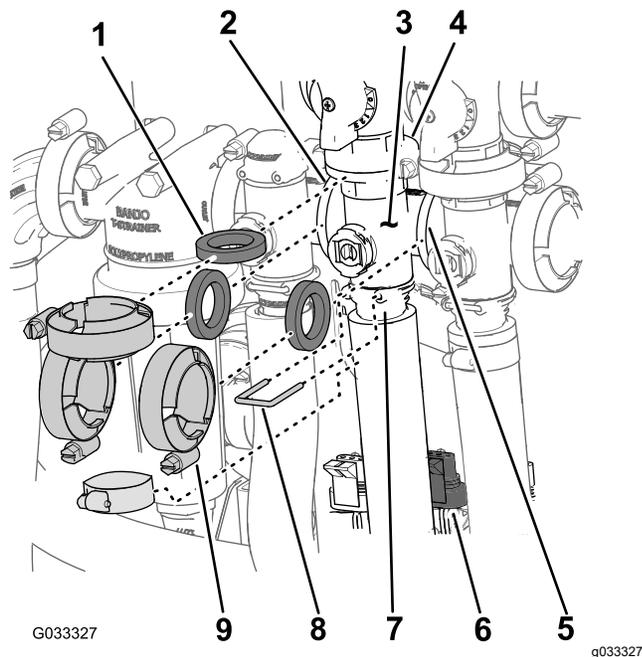

图 69
1. 取下将搅拌阀歧管图 69 固定至搅拌旁通阀、喷洒率控制阀、主喷洒臂段阀以及安装座接头搅拌节流阀的夹具和垫片。
2. 拆下将出口接头固定至搅拌阀歧管的卡环图 69。